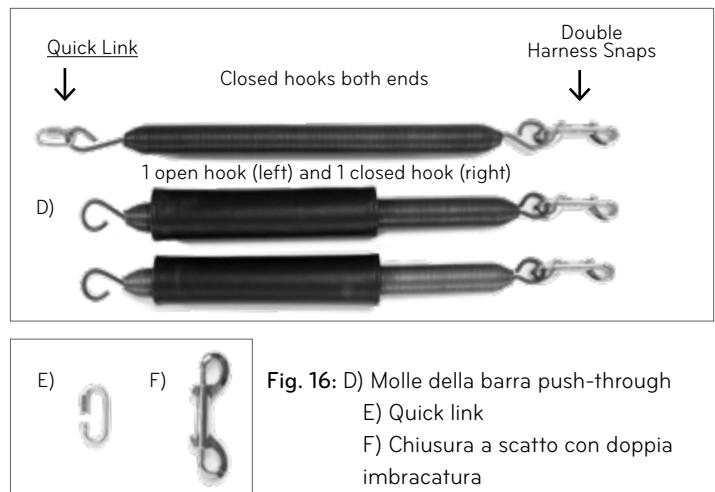

Fig. 16: D) Molle della barra push-through
9. Attaccare la molla della barra push-through con il quick link a una delle viti ad anello esterne presenti sul tubo superiore. Le altre (2) molle della barra push-through si collegheranno alle viti ad anello del telaio del Reformer utilizzando gli uncini aperti. Fare riferimento alla fig. 16.